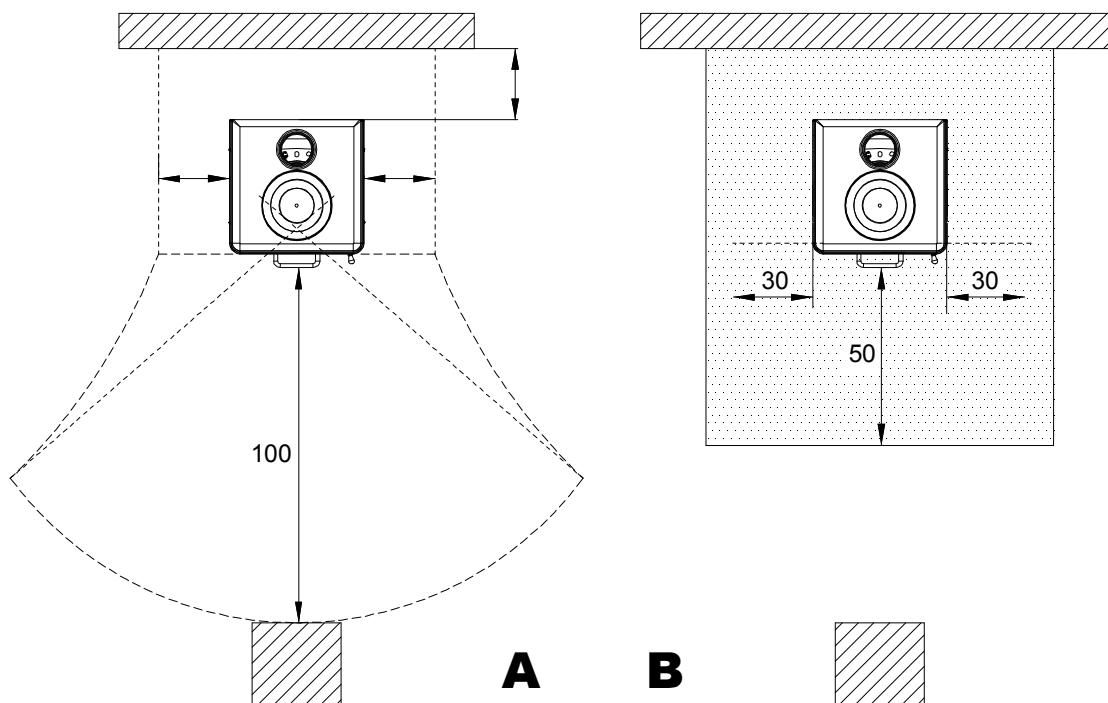

Figura 1
- a) Al fine di assicurare un sufficiente isolamento termico, rispettare la distanza minima di sicurezza dal retro e da entrambi i lati da elementi costruttivi ed oggetti infiammabili e sensibili al calore (mobili, rivestimenti di legno, stoffe ecc.) (vedi Figura 1 A). **Tutte le distanze minime di sicurezza sono indicate sulla targhetta tecnica del prodotto e NON si deve scendere al di sotto dei valori indicati.**
- c) qualora il prodotto sia installato su un pavimento di materiale infiammabile, bisogna prevedere un sottofondo ignifugo. **I pavimenti in materiale infiammabile**, come moquette, parquet o sughero etc., **devono essere sostituiti** da uno strato di materiale non infiammabile, ad esempio ceramica, pietra, vetro o acciaio etc. (dimensioni secondo l'ordinamento regionale). **Nel caso in cui la sostituzione del pavimento non sia possibile, l'apparecchio deve essere posizionato sopra una lastra di pietra o cemento spessa almeno 12 cm.** Il sottofondo deve sporgere frontalmente di almeno 50 cm e lateralmente di almeno altri 30 cm rispetto l'apertura della porta di carico.(vedi Figura 1 B)